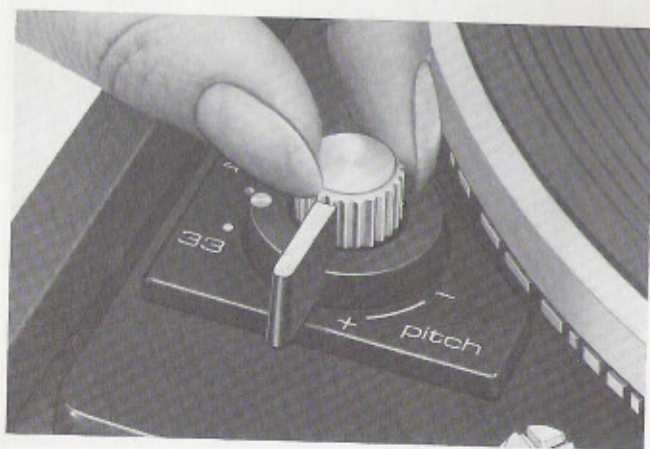

Fig. 23
Jede der beiden Normdrehzahlen 33 1/3 und 45 U/min kann mit der Tonhöhenabstimmung (2) um ca. 6 % (ca. 1/2 Ton) verändert werden. Die Einstellung erfolgt mit dem Drehknopf „pitch“ (2) (Fig. 23).